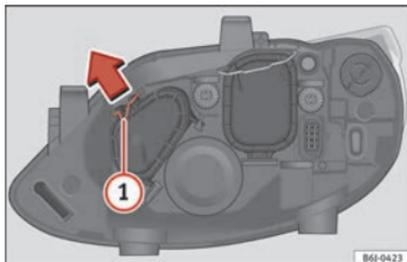

Fig. 180 Luz de posición.
- Desplace el tirante ① en el sentido de la flecha y saque la tapa » fig. 180.